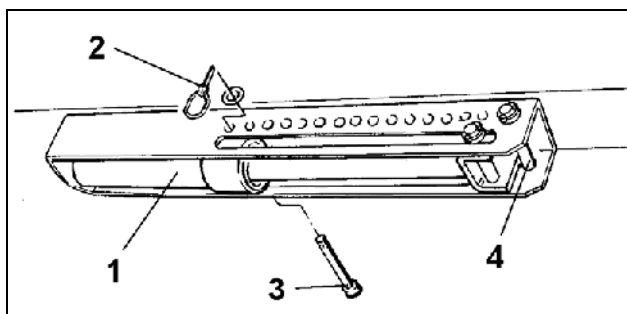

Fig. 87
Koble til hydraulikksylinderen (Fig. 87/1) på en enkeltvirkende traktorstyringsenhet (se kap. 8.2) og betjen traktorstyringsenheten kun fra traktorhytten.
I justeringssegmentet er det anbrakt to bolter (Fig. 87/3 og Fig. 87/4) som anslag for hydraulikksylinderen (Fig. 87/1). Anslaget til hydraulikksylinderen ligger an på bolten (Fig. 87/3), når hydraulikksylinderen er trykløs, og på bolten (Fig. 87/4), når hydraulikksylinderen er trykksatt.
- Sett hydraulikksylinderen (Fig. 87/1) under trykk.
- Sett inn bolten (Fig. 87/3) i en av boringene til hullrekken og sikre den med en låsesplint (Fig. 87/2).